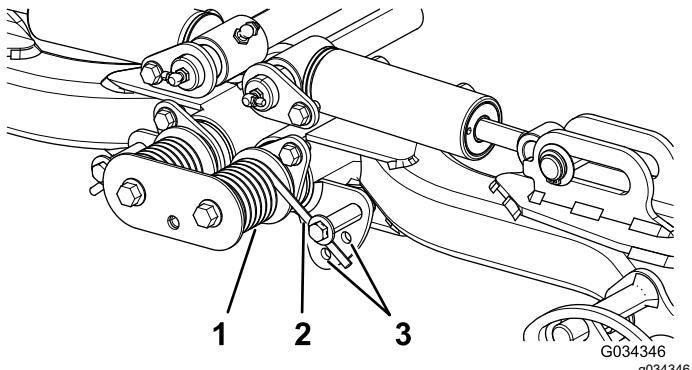

Figura 38
- Infilate un tubo o un oggetto similare sull'estremità della molla lunga al fine di allentare la tensione della molla durante la messa a punto (Figura 38).
3. Mentre allentate la tensione della molla, togliete il bullone e il dado di bloccaggio che fissano l'attuatore della molla alla staffa (Figura 38).